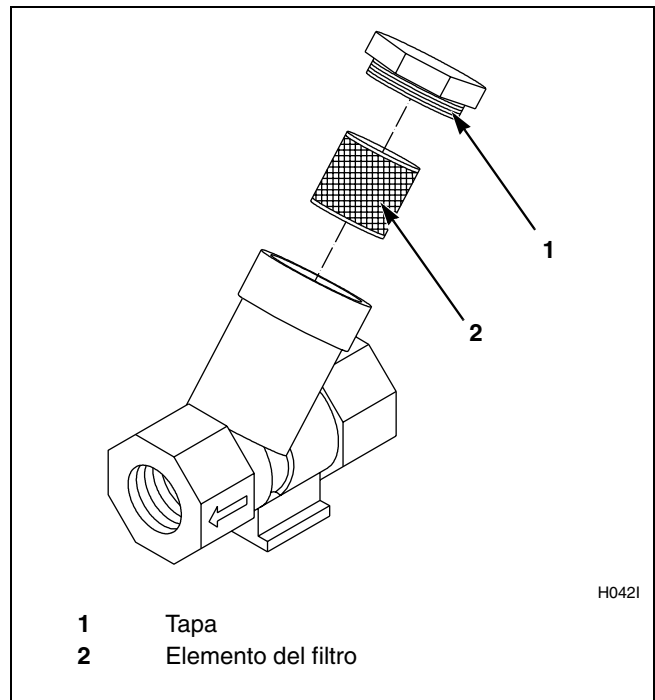

Figura 13
5. Limpie el filtro de vapor del cliente, si corresponde. Consulte la *Figura 13*.